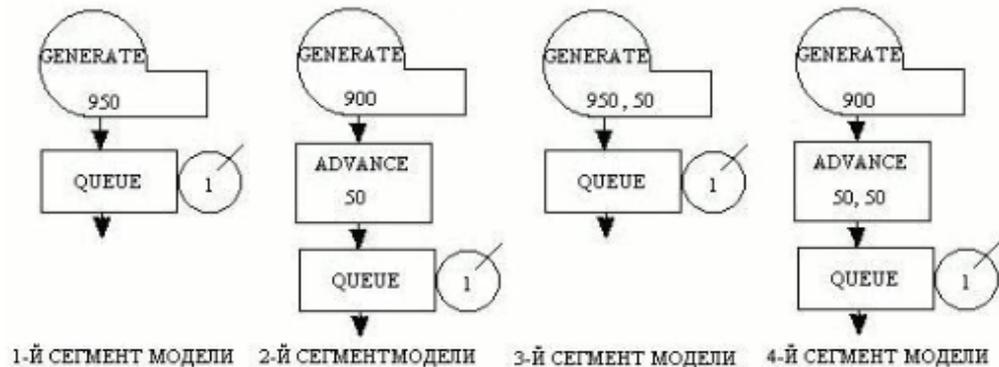

Рис. 1
6. В дереве чертежа задать новые имена видов (**Рис. 1, Рис. 2, Рис.3**). Для этого щелкнуть ЛКМ по названию вида, нажать на кнопку F2 и ввести новое имя.
- 9.1. Сделать текущим вид Рис.1.
**Задание 1.** Посмотрите на модель, состоящую из четырех сегментов на рис. 1.